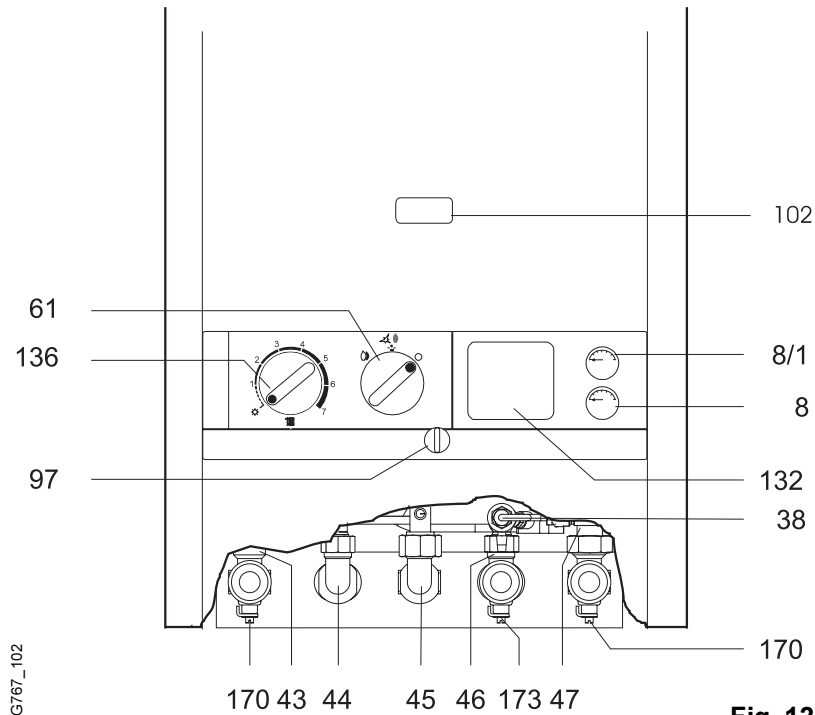

Fig. 12
Comprobar si el selector de temperatura (pos. 136, fig. 12) desconecta el gas al quemador a la temperatura máxima ajustada.
Se informará al cliente el rellenado y purgado de la instalación, así como el control de la presión de agua en el manómetro (pos. 8/1, fig. 12) (Preparación para la puesta en marcha de la instalación, pag. 15).
Comprobar las llamas del quemador por el orificio de control (pos. 102, fig. 12).
Cerrar la llave de paso de agua fría (pos. 173, fig. 12).
Llaves de corte de calefacción (pos.170, fig. 12)
Llave de entrada agua fría (pos. 173, fig. 12)
Llenar la instalación hasta aprox. 1,5 bar, abriendo la llave de llenado (pos. 38, fig. 12).